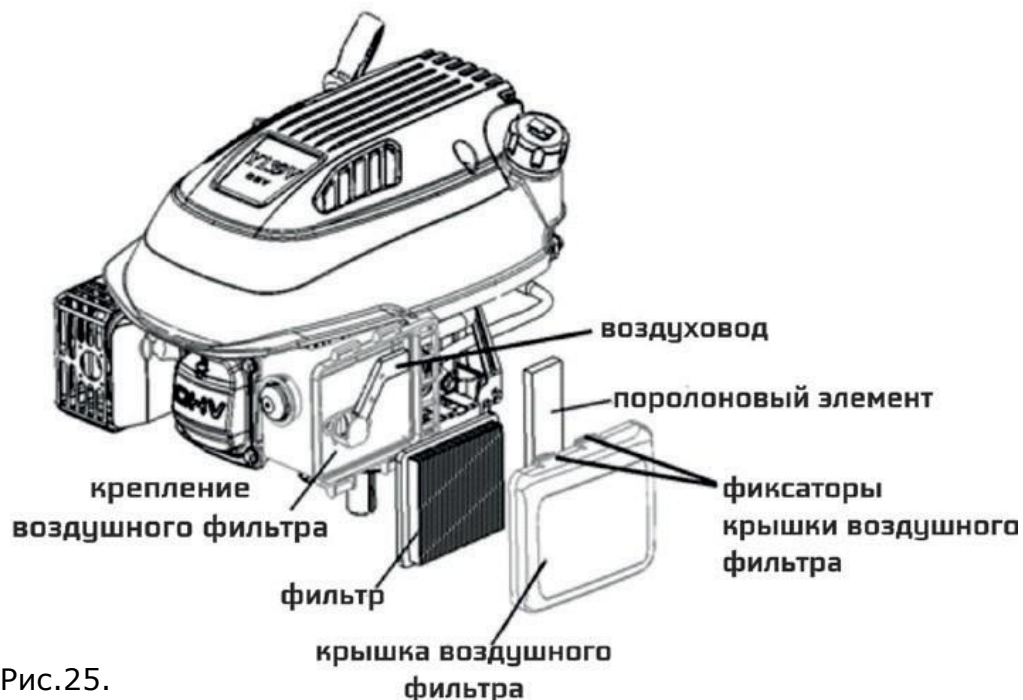

Рис.25.
5. Убедитесь, что все детали установлены правильно и закройте крышку, как показано на рисунке ниже Рис.25.